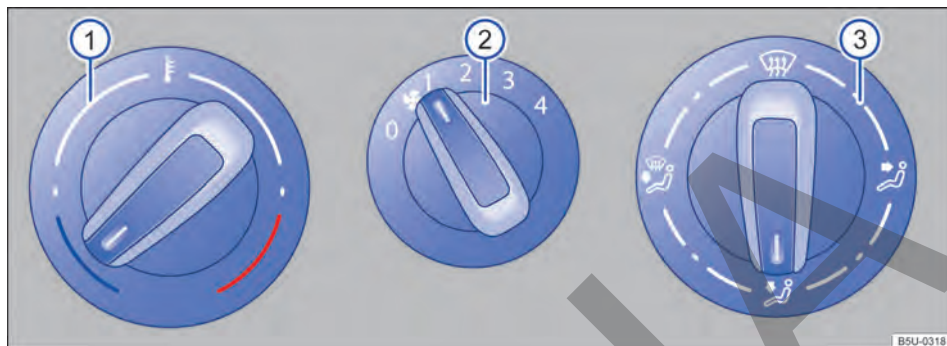

Fig. 70 Comandos del sistema de ventilación y calefacción.
- *Sistema de ventilación y calefacción*: girar el regulador del ventilador al nivel 0 → fig. 70 ②.
- *Sistema de ventilación y calefacción*: girar el regulador giratorio izquierdo → fig. 70 ① para regular la respectiva temperatura.
- *Sistema de ventilación y calefacción*: girar el regulador del ventilador → fig. 70 ②.
- *Sistema de ventilación y calefacción*: girar el regulador de la derecha → **fig. 70**  a la posición deseada.
- En vehículos con sistema de calefacción, girar el regulador de temperatura → fig. 70 ① totalmente hacia la derecha, a la posición máxima de calefacción.
- Girar el botón de distribución de aire ③ a la posición ☁.
- Girar el botón del ventilador ② al nivel 3 o 4.